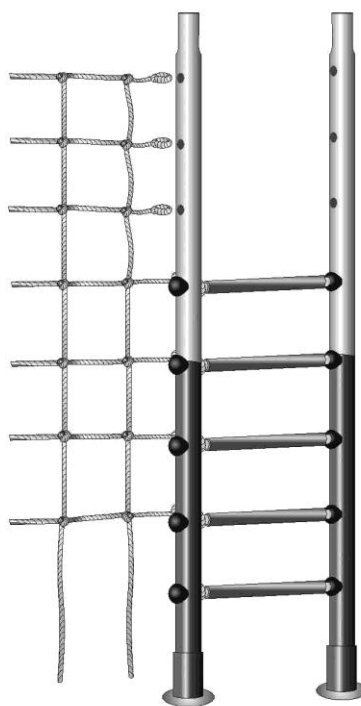

Рис.2
- 6.2.4. Пять ступенек лестницы с сеткой соединить со второй стойкой. Рисунок 2.